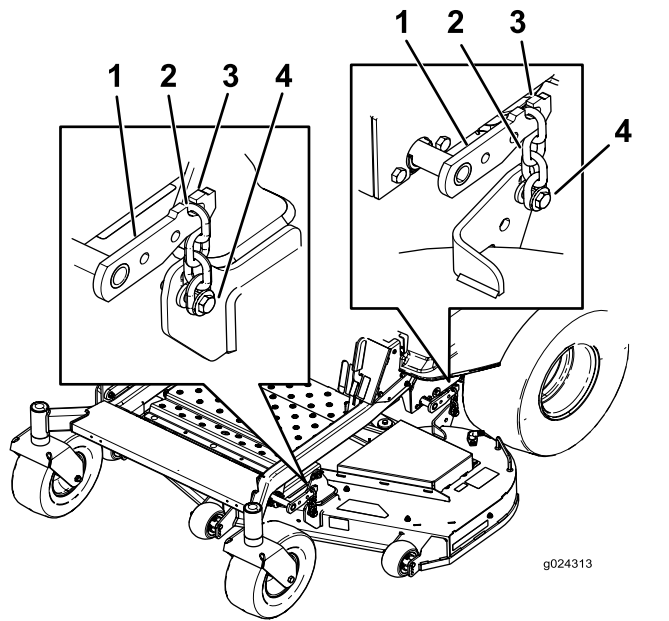

Figura 74
- Retire las cadenas de los ganchos de los brazos de elevación de la carcasa (Figura 74).
- Eleve la parte trasera de la carcasa del cortacésped y conecte las cadenas a los brazos de elevación traseros (Figura 74).
- Conecte las cadenas delanteras a los brazos de elevación delanteros (Figura 74).